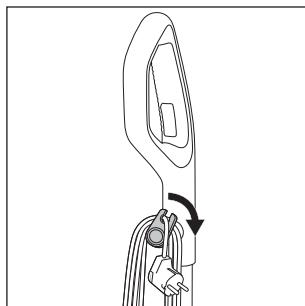

Fig. 12
- ◆ Desfășurați complet cablul de alimentare **17** de la suporturile superior și inferior de cablu **16/20**. Pentru a desfășura rapid cablul de alimentare **17** de la suporturile de cablu **16/20** trageți puțin în afară suportul superior de cablu **16** și rotiți-l în jos (a se vedea fig. 12).